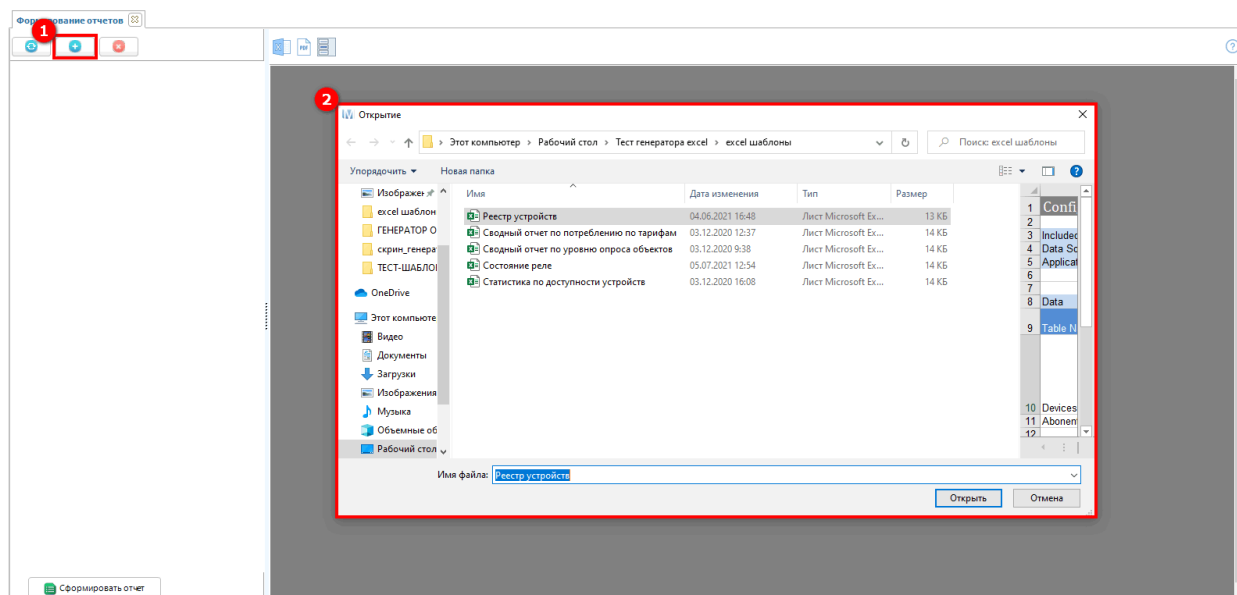

Рисунок 169– Указание пути к шаблону отчета
Для этого в дереве **Объекты учета, Каналы связи, Адреса, Контрагенты** или в дереве **Питающие центры** выбрать либо группу учета, канал связи, либо абонента соответственно или же выбирать конкретное устройство. Далее с помощью кнопки, расположенной в левом верхнем углу вкладки (1) (см. рисунок 169) необходимо указать путь к Excel-файлу (2), содержащий шаблон отчета. При загрузке Excel-файла в ПО **RadioAccess 4 (РадиоАксесс 4)**, данный Excel-файл должен быть закрыт.